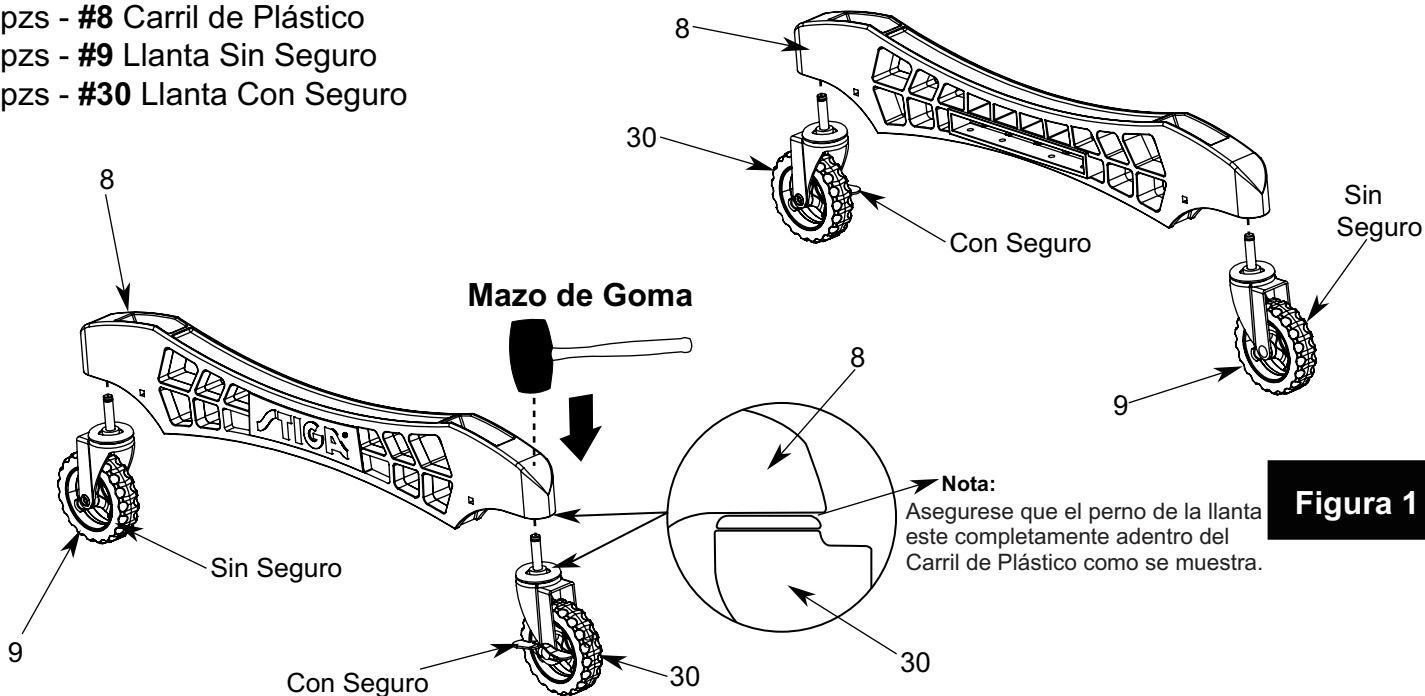

Figura 1
1. Inserte una Llanta **con Seguro (#30)** dentro del Carril como se muestra en la **FIGURA 1**. En el otro extremo del Carril inserte una Llanta **sin Seguro (#9)**. Asegúrese que cada carril tenga una llanta con seguro y una llanta sin seguro.